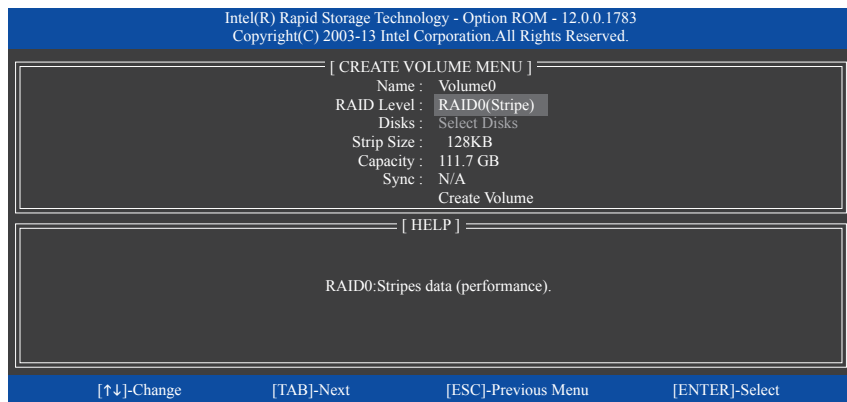

図 11
**CREATE VOLUME MENU** スクリーンに入った後、**Name** アイテムの下で 1~16 文字 (文字に特殊文字を含めることはできません) のボリューム名を入力し、<Enter> を押します。次に、RAID レベルを選択します (図 11)。サポートされる RAID レベルには RAID 0、RAID 1、RAID 10、と RAID 5 が含まれています (使用可能な選択は取り付けられているハードドライブの数によって異なります)。<Enter> を押して続行します。